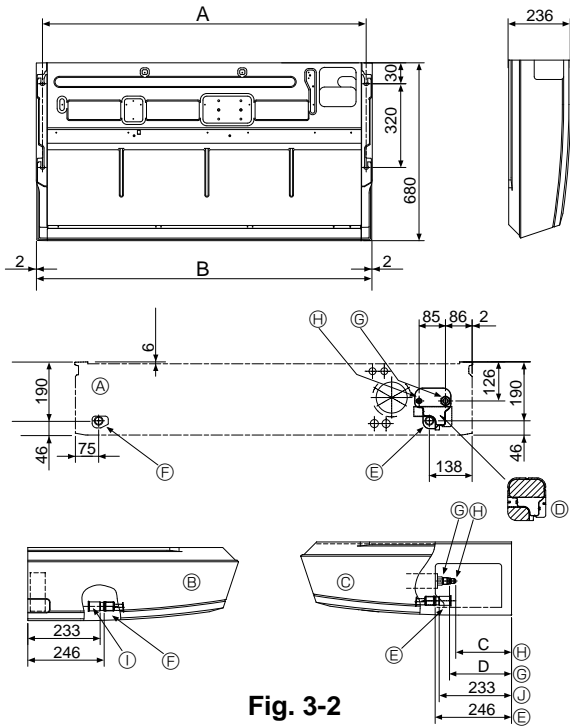

Fig. 3-2
3.2. Προπαρασκευή για την εγκατάσταση (Fig. 3-2)